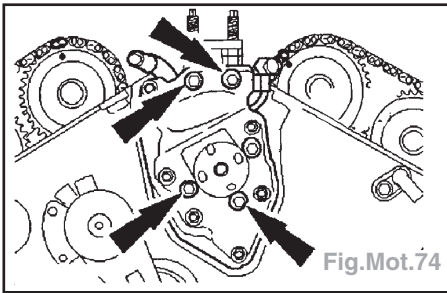

Fig.Mot.74
- Poser la pompe de direction assistée et son support (Fig.Mot.74) :